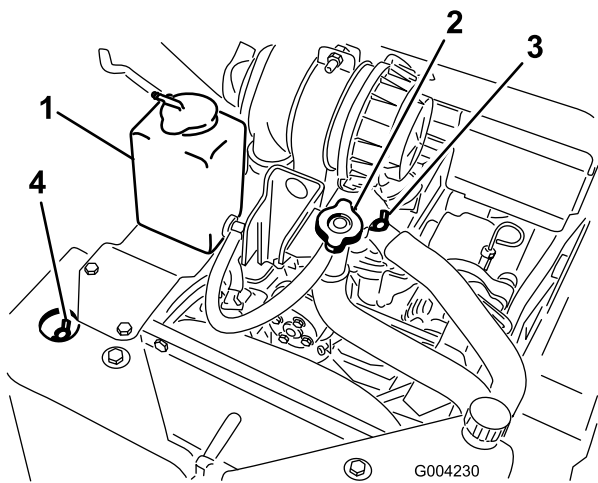

Figura 16
A. Retire el tapón de llenado de refrigerante (Figura 16).
- B. Abra las válvulas de purga de refrigerante delantera y superior (Figura 16).
- C. Vierta refrigerante por el cuello de llenado de refrigerante hasta que el refrigerante empieza a salir de la válvula de purga de refrigerante delantera (Figura 16).
- D. Cierre la válvula de purga de refrigerante delantera (Figura 16).
- E. Vierta refrigerante por el cuello de llenado de refrigerante hasta que el refrigerante empieza a salir de la válvula de purga de refrigerante superior (Figura 16).
- F. Cierre la válvula de purga de refrigerante superior (Figura 16).
- G. Vierta refrigerante en el cuello de llenado de refrigerante hasta que el nivel de refrigerante llegue al cuello de llenado (Figura 16).
- H. Coloque el tapón de llenado de refrigerante (Figura 16).
- I. Añada refrigerante al depósito de expansión hasta que llegue a la línea Lleno del lateral del depósito (Figura 16).